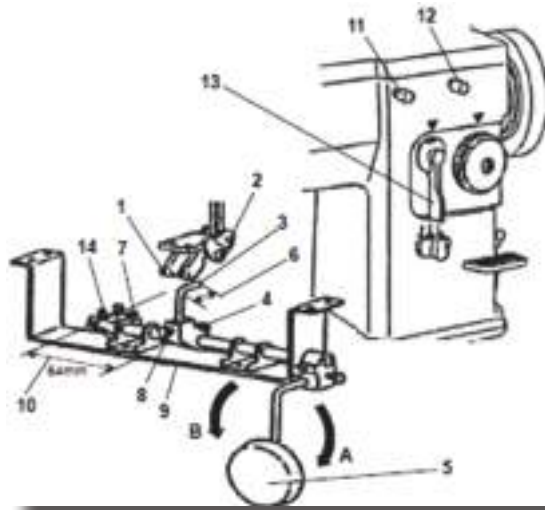

Figura 34
O suporte das alavancas (1) e (2) mostradas na Figura 34, tem de ser fixado na parte inferior da base da máquina.
A alavanca (1) é usada para levantar e baixar o pé calcador enquanto a alavanca (2) é usada para controlar a largura do ponto (ver Figura 34).
Para preparar a joelheira, de maneira que se possa controlar a largura do ponto através dela, proceda como segue (ver Figura 34):
Ver na Figura 34 o item (10) que identifica essa distância.
- Solte os parafusos recartilhados (11) e (12), para que a alavanca reguladora da largura do ponto (13) possa ser deslocada desde zero até à largura máxima, ou seja, 9mm no modelo 20U73 e 12mm no modelo 20U83.
- Solte então a contra-porca do parafuso (14) e em seguida regule esse parafuso de tal forma que quando a sapata (5) for empurrada na direção da seta (B), possibilita levar a alavanca (13) reguladora da largura do ponto até à posição de máxima largura.
- Reaperte bem a contra porca (14).